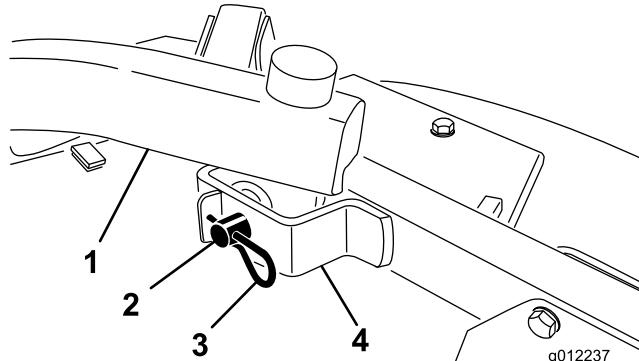

図 26
4. 升降アームをキャスター・アーム・ブラケットに固定しているヘアピン・コッターとクレビス・ピンを外す（図 26）。